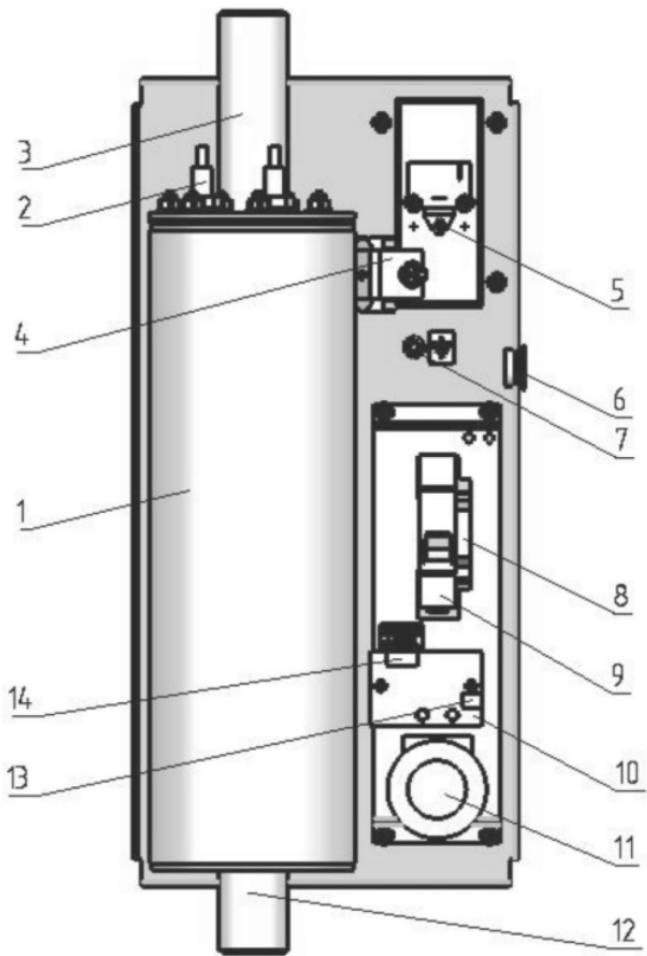

Рис. 1. Устройство электрокотла Руснит 203М, Руснит 204М:
5.1. Отопитель состоит из трёх основных частей: теплообменника (бака), элементов коммутации (симистор и автоматические выключатели) и реле управления и платы индикации, закреплённых на основании и закрытых съёмным кожухом (рис. 1).